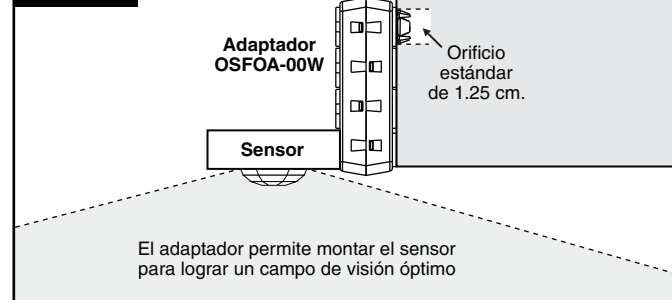

Figura 3
7. Deslice la contratuerca sobre los conductores y enrósquela hacia la derecha en la tuerca roscada para asegurar el sensor firmemente en su lugar verificando que el lente esté orientado hacia el área que va a monitorear (campo de visión). Apriete usando una presión de 4 ft-lbs. **NUNCA USE MAS** de 5 ft-lbs (**vea Figura 3**).